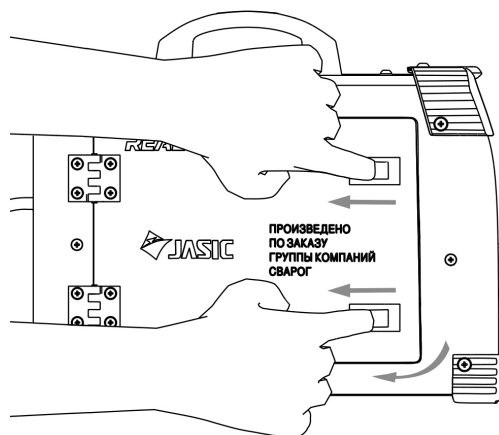

Рис. 9.7. Открытие дверцы сварочного аппарата.
6. Одновременно двумя руками потяните защелки дверцы на себя, откройте дверцу сварочного аппарата (См. рис. 9.7).